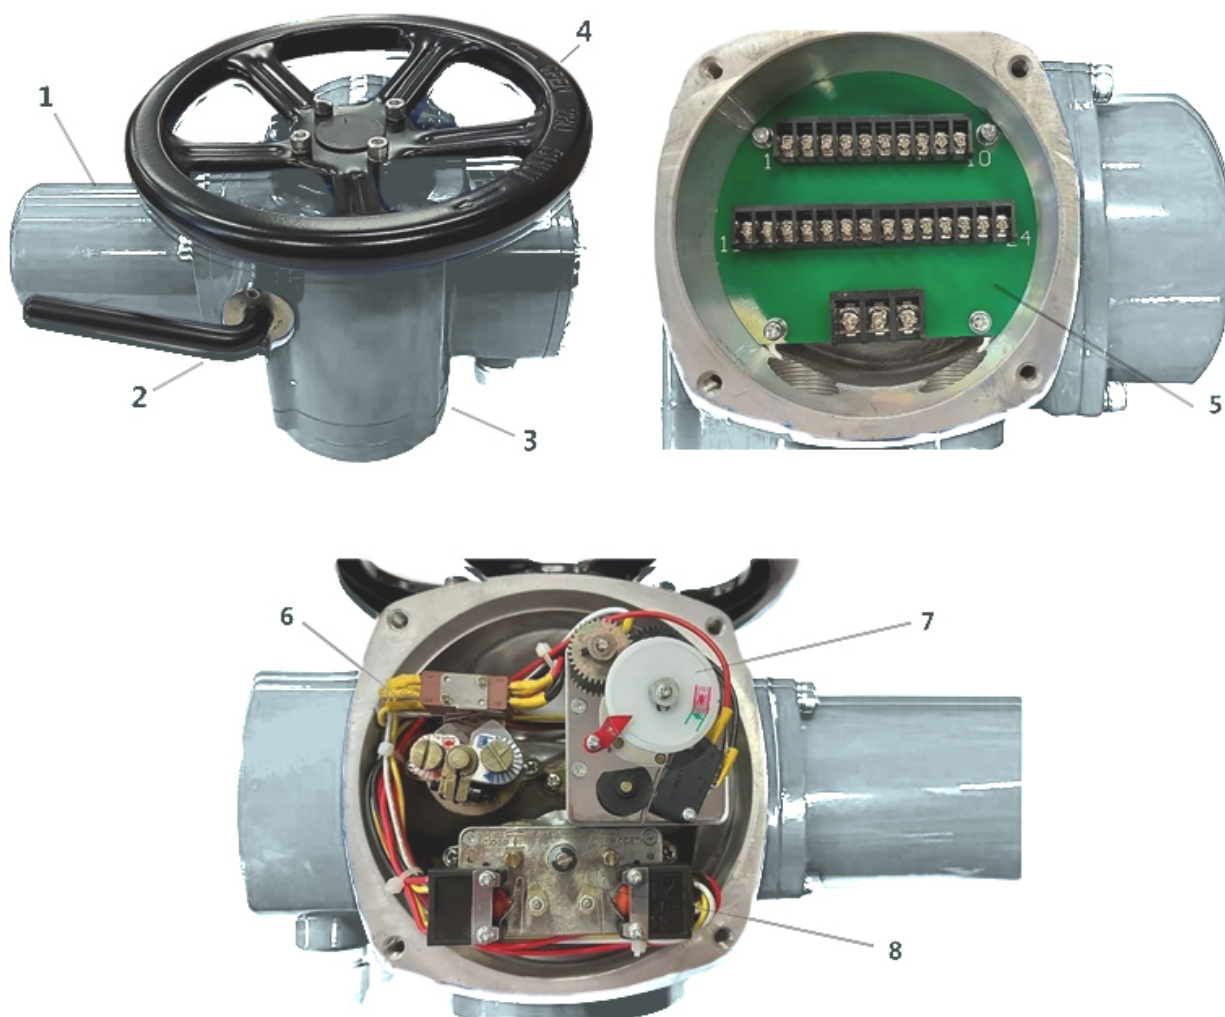

Рисунок 2. Основные элементы конструкции электропривода
1.3.1. Основные элементы конструкции электропривода приведены на рис.2.
2.2.9. Подключение внешних цепей производится на клеммную колодку (рис.2) под крышкой электропривода согласно схеме подключения, приведенной в Приложении.